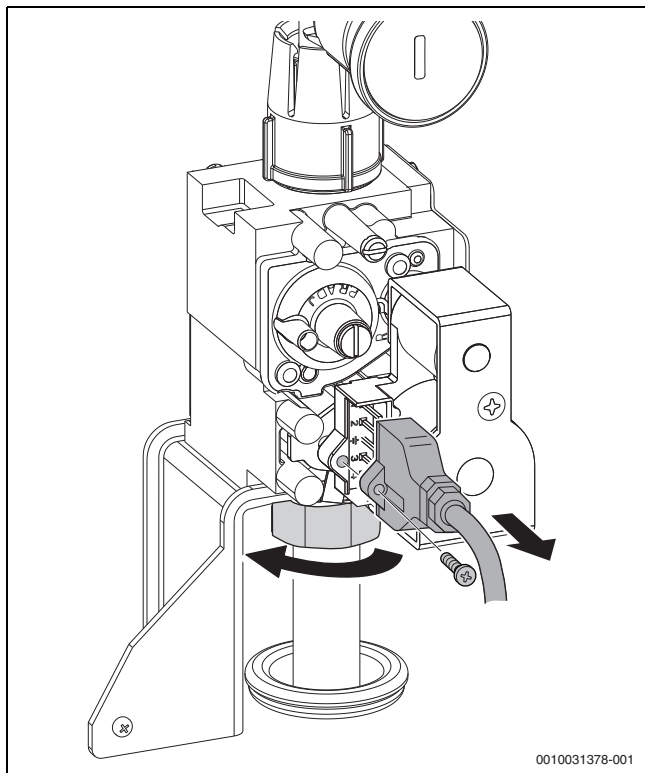

Bild 95 Gasarmatur ausbauen
- Gasarmatur ausbauen (→ Bild 95, Seite 68).